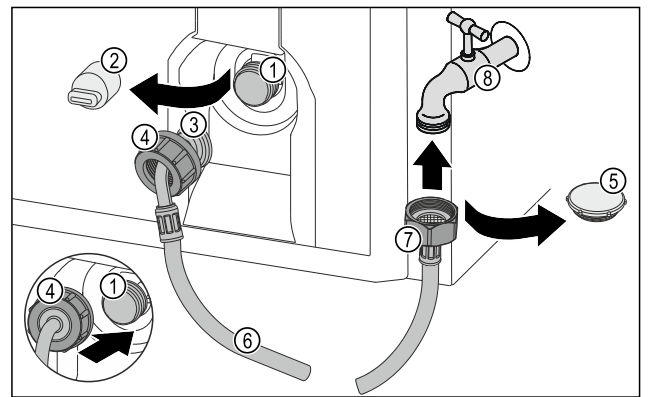

Fig. 74
- ▶ 移除密封盖 Fig. 74 (5)。
- ▶ 将软管直头 Fig. 74 (7) 装在水龙头 Fig. 74 (8) 上。
- ▶ 顺时针拧紧软管直头 Fig. 74 (7) 上的螺母。